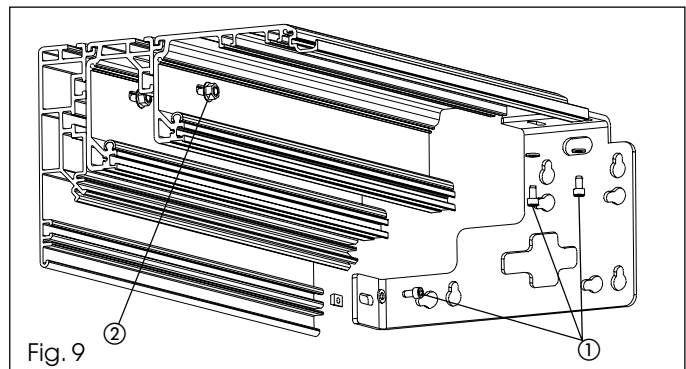

Fig. 9
La traversa d' automazione con il profilo autoportante può essere fissata alle due estremità utilizzando l' accessorio staffe laterali (fig. 9).
- Posizionare i piastrini nelle apposite sedi e fissare le piastre laterali con le tre viti di fissaggio M6 (fig. 9 rif. ①).
- Bloccare i tiranti nelle apposite sedi con i rispettivi dadi (fig. 9 rif. ②).